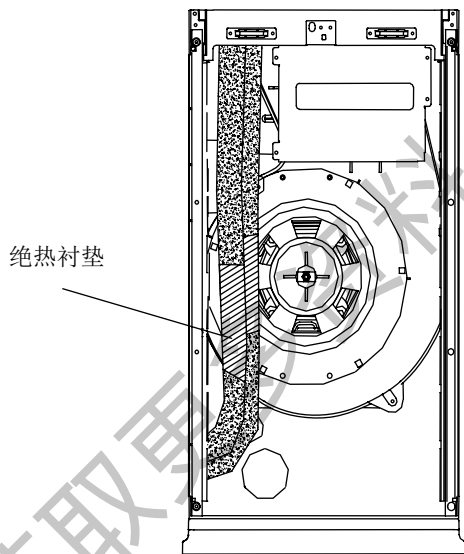

图 9
3. 将粗管和细管从接管孔穿入室内机，并与室内机的大小管接头接好，在接头处分别用绝热衬垫将其包扎好。将排水软管和机器上的排水管连接在一起，在接头处一定要用粘接剂粘合，以防漏水(参考图 9)。